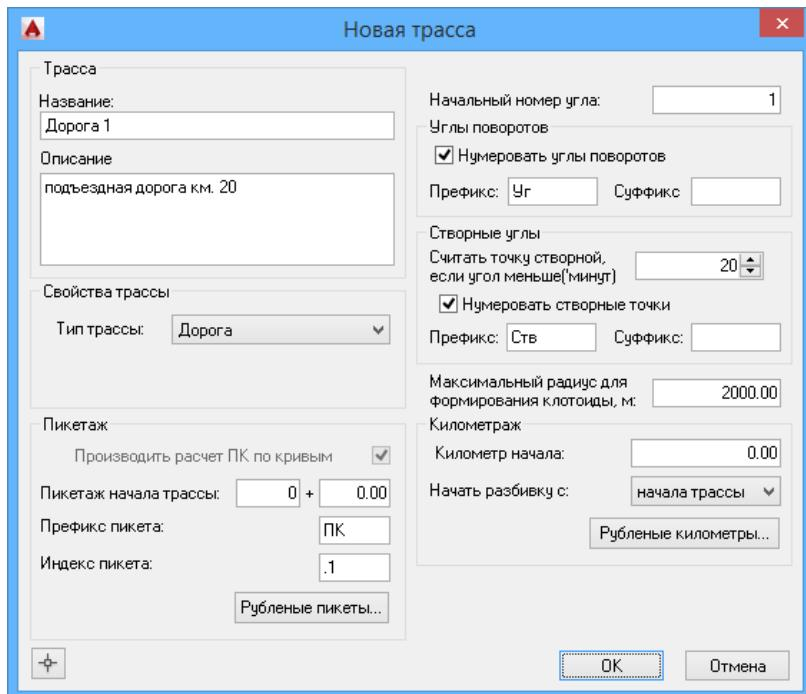

Рис. 23 Диалоговое окно создания трассы дороги.
- В диалоговом окне *Новая трасса* (см. рис. 23) установить тип трассы *Дорога*.